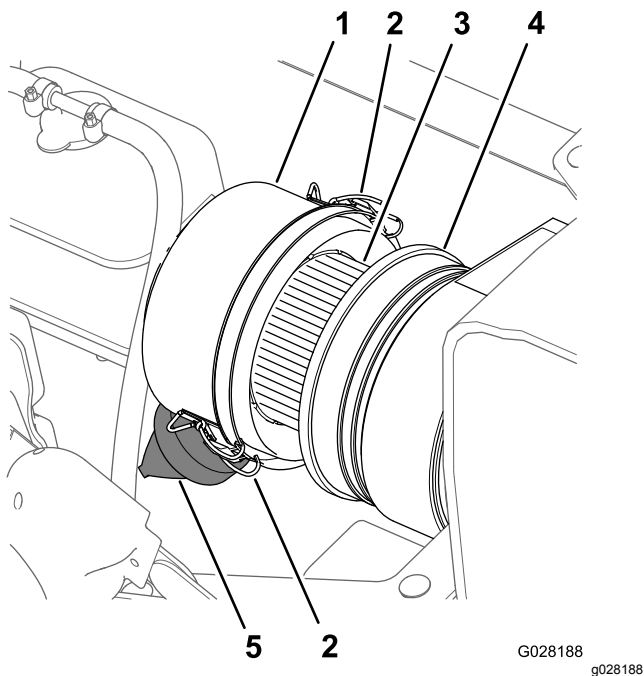
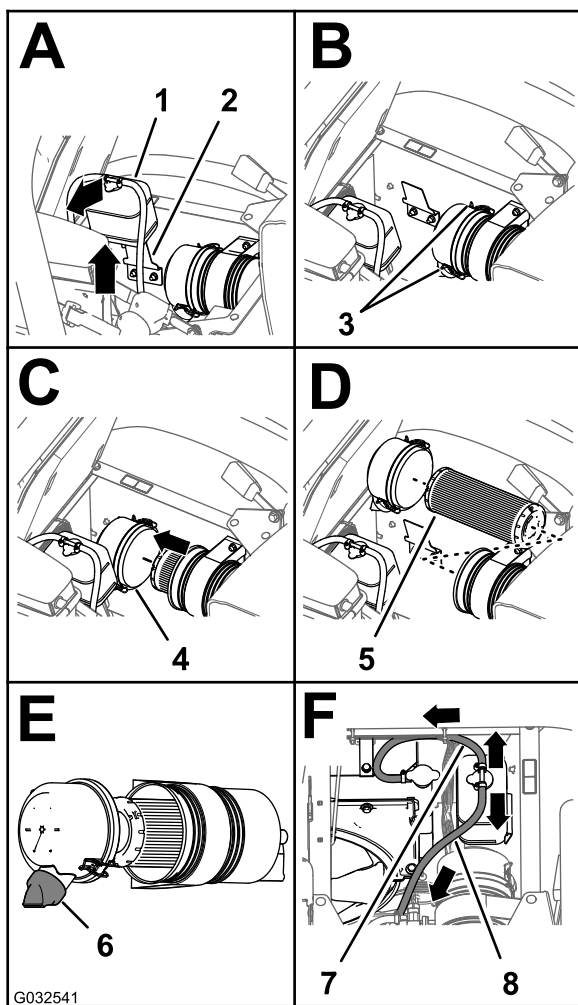

図 66
図 67
3. エアクリーナのボディーとダストキャップをきれいに拭く 図 66。
4. エアクリーナ本体にリーク原因となる傷がないか点検する 図 66。
5. ダストバルブをもちで、内部のごみを除去する 図 66。
7. エアフィルタの元素が汚れすぎていないか点検する 図 66。
8. エアクリーナのボディにダストキャップを取り付け、ラッチ2個で固定する 図 66。
2. エアクリーナのボディとダストキャップをきれいに拭く 図 66。
3. 冷却液オーバーフロータンクを持ち上げてブラケットから取り外す 図 67。
4. ダストキャップをエアクリーナのボディーに固定しているラッチ2つを外す 図 67。
6. ぬれたウェスを使って、ダストキャップ、エアクリーナのボディ、ダストバルブの内部をきれいに清掃する 図 66 と 図 67。
7. エアクリーナボディにフィルタエレメントを取り付ける 図 67。
8. エアクリーナのボディーにカバーを取り付け、ラッチ2個で固定する 図 67。
注 ダストバルブは、後ろから見たときに時計の5時-7時の方向になるように取り付けてください 図 67。
9. 冷却液タンクを、ROPSシールドのサポートブラケットにきっちりと入れる 図 67。
重要 図 67 のように、圧力逃がしホースが前を向いて下へ、タンク通気ホースが後方を向くように取り付けてください。